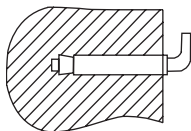

Рис. 7
2. Определите точки для отверстий под распорные болты с крюками (определяются в соответствии со спецификацией прибора, который вы выбрали). Просверлите в стене два отверстия соответствующей глубины с использованием сверла, подходящего по размеру под распорные болты, прилагаемые к водонагревателю, вставьте винты, поверните крюк вверх, плотно затяните гайки и затем повесьте электрический водонагреватель на эти крючки (см. Рис.7).